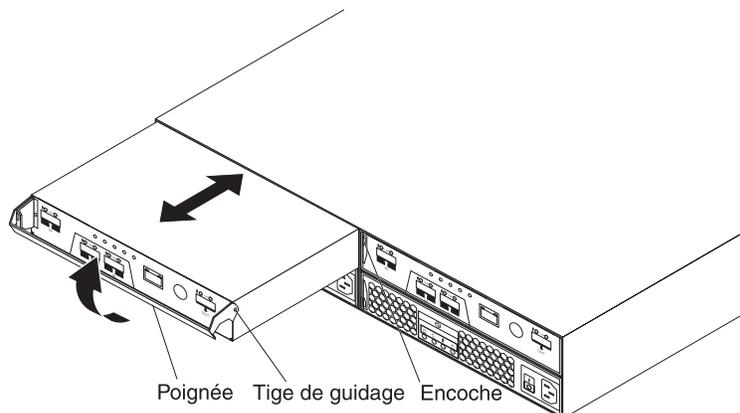

Figure 38. Retrait d'un contrôleur
- b. Tirez lentement sur la poignée pour l'écarter du boîtier et extraire le contrôleur de sa baie, comme illustré dans la figure 38.